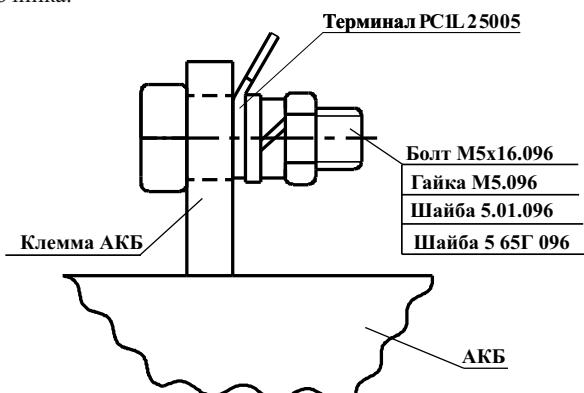

Рисунок 2
Подключение источника к АКБ 17 А ·ч производится через терминал (см. рисунок 2), входящий в комплект поставки источника.
8.2 При отсутствии АКБ измерение напряжения на выводах для подключения АКБ (см.рисунок 2) является некорректным и его величина не регламентируется.